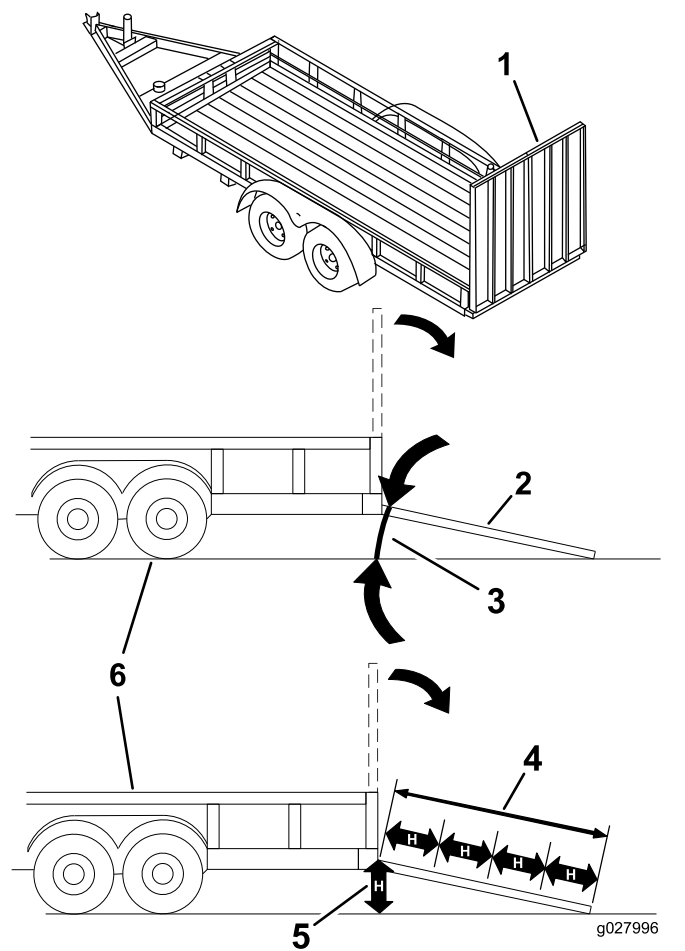

Figura 28
Quando si carica la macchina su un trailer o un autocarro si aumenta il rischio di ribaltamento, che può causare gravi ferite ed anche la morte (Figura 28).
3. Abbassate la rampa, assicurandovi che l'angolazione tra la rampa e il terreno non superi 15 gradi (Figura 28).
1. Abbassate la rampa, assicurandovi che l'angolazione tra la rampa e il terreno non superi 15 gradi (Figura 28).